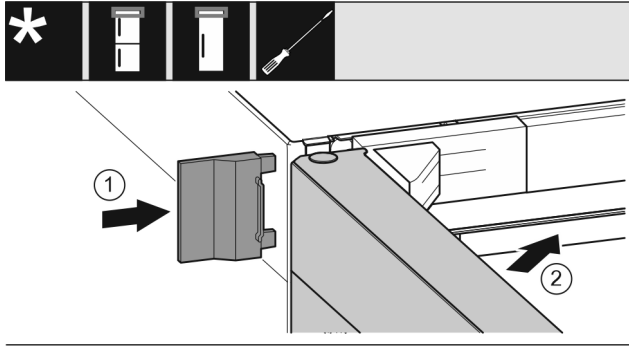

Fig. 35
- ▶ Shtyni kapakun mbulues të jashtëm. Fig. 35 (1)